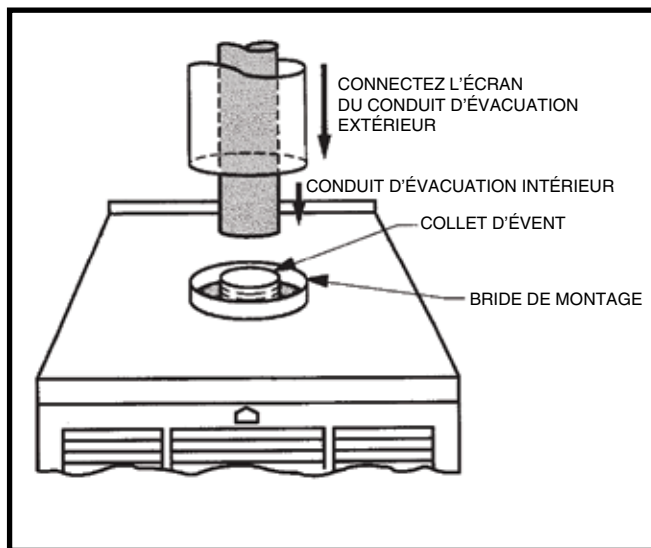

Figure 22. Branchement du tuyau d'air de combustion
3. Connectez le conduit d'évacuation intérieur au collet d'évent de la fournaise. Consultez la Figure 22.
4. Connectez le tuyau d'air de combustion au collet de la fournaise avec une vis à tête. Voyez la Figure 22.